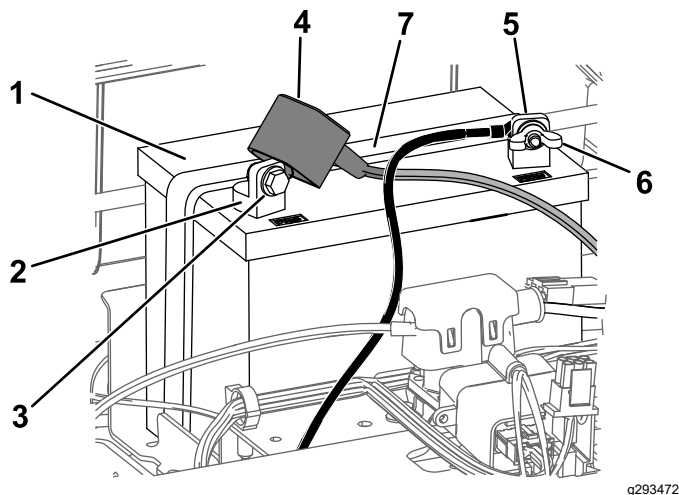

Figura 49
4. Desligue o cabo negativo (preto) do pólo da bateria (Figura 49).
6. Desligue o cabo positivo (vermelho) do pólo da bateria (Figura 49).
7. Retire o suporte da bateria (Figura 49) e levante a bateria para a retirar da respetiva plataforma.
1. Posicione a bateria no tabuleiro (Figura 49).
5. Prenda a bateria ao suporte (Figura 49).